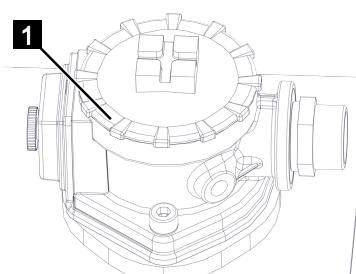

Abb. 246
2. Geeignete Tücher für Hydrauliköl um den Hydraulikfilter (Abb.246/1) legen.
3. Deckel (Abb.246/1) vom Hydraulikfilter abschrauben.